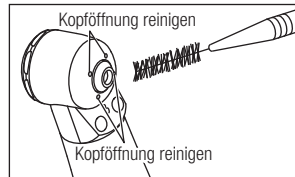

Abb. 2
- 2) Entfernen Sie die Ablagerungen an den Öffnungen mit einer Bürste. Keine Drahtbürste benutzen. (Abb. 2)